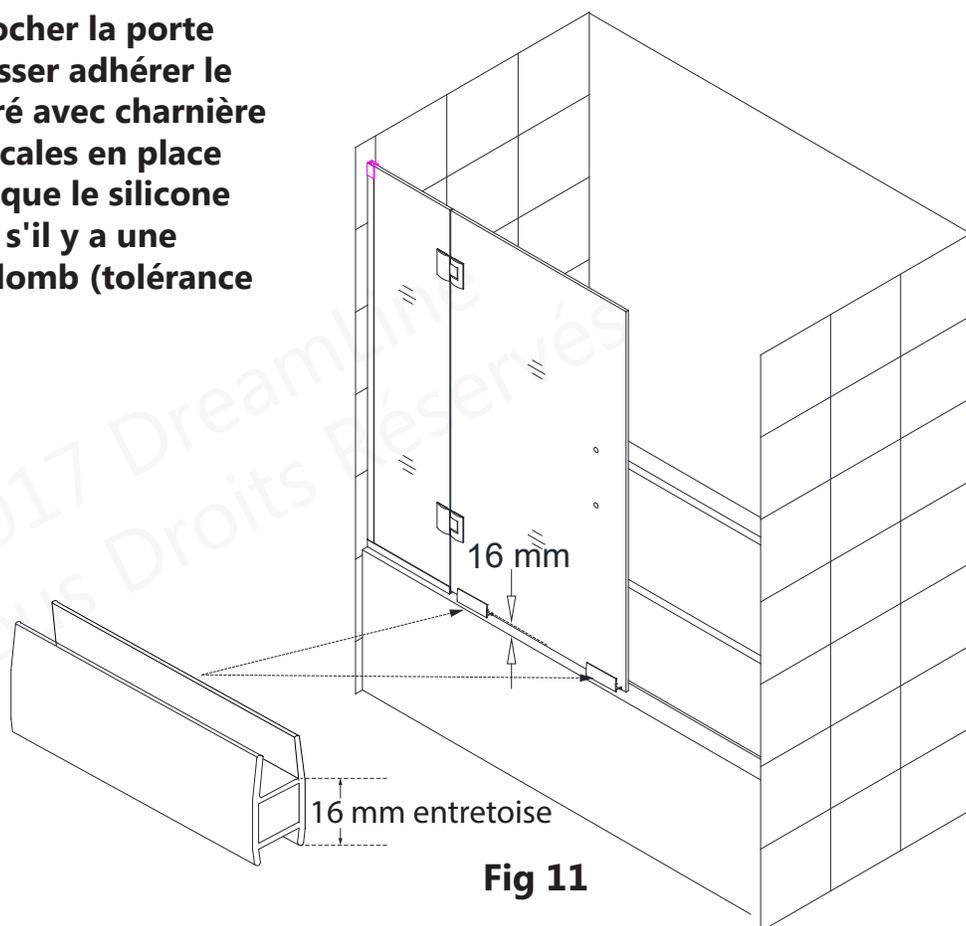

Fig 11
**** REMARQUE: Avant d'accrocher la porte vitrée, il est nécessaire de laisser adhérer le silicone entre le panneau vitré avec charnière et le profilé en U. Laissez les cales en place sous la porte vitrée pendant que le silicone durcit, plus particulièrement s'il y a une condition de mur en faux aplomb (tolérance de 6 mm max.). (Fig 11)**